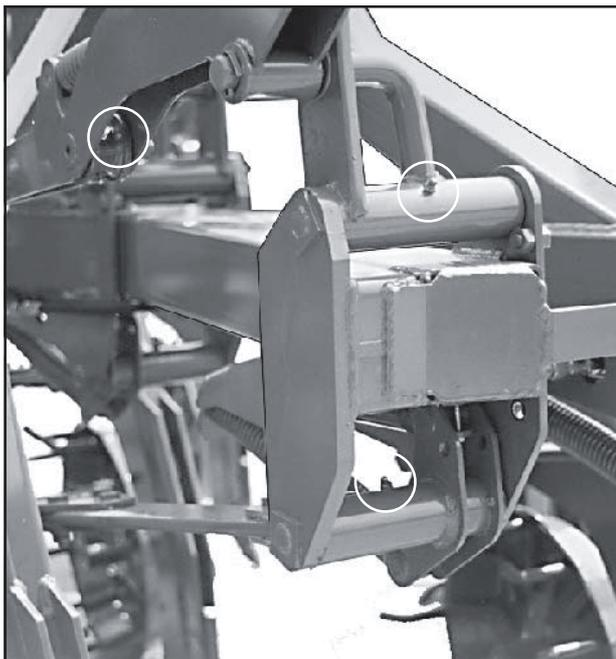

Fig. 11.2
- Zinkenrollen und Aufhängungen (Fig. 11.2, 11.3 und 11.4) .